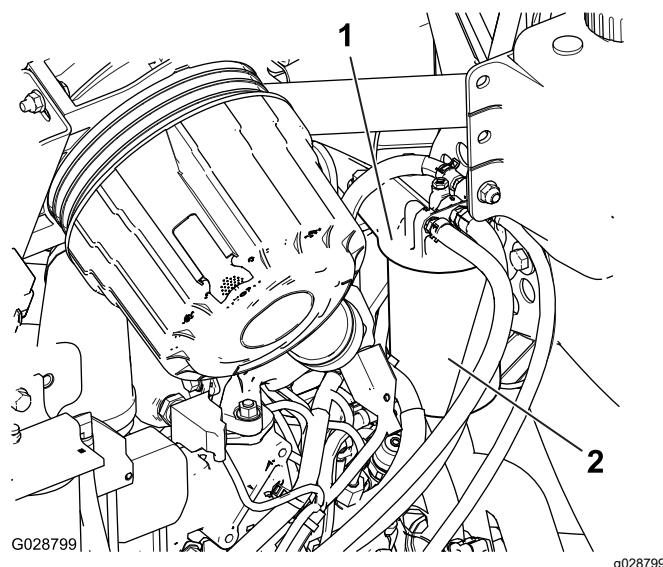

Figura 54
1. Limpie la zona alrededor de la cabeza del filtro de combustible (Figura 54).
2. Retire el filtro y limpie la superficie de montaje de la cabeza del filtro (Figura 54).